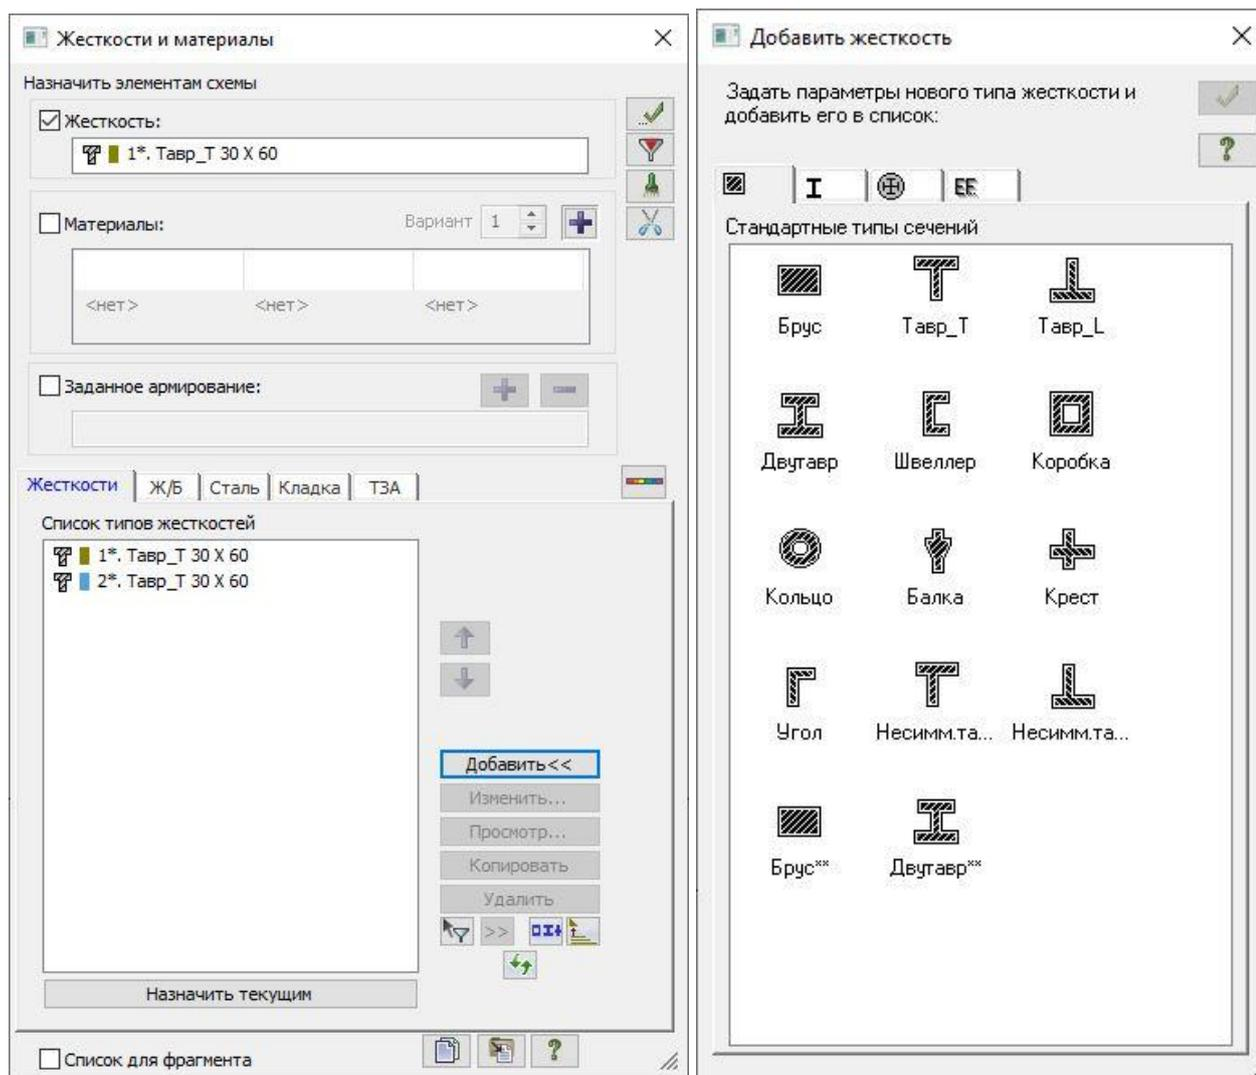

Рис.7.11. Диалоговые окна: а – Жесткости и материалы, б – Добавить жесткость
- Щелчком по кнопке  – **Жесткости и материалы элементов** (панель **Жесткости и связи** на вкладке **Создание и редактирование**) вызовите диалоговое окно **Жесткости и материалы** (рис.7.11,а).
- В этом окне щелчком по кнопке **Добавить** вызовите диалоговое окно **Добавить жесткость**, для того чтобы вывести список стандартных типов сечений (рис.7.11,б).
- В диалоговом окне **Жесткости и материалы** (рис.7.11,а) в списке типов жесткостей с помощью курсора выделите строку **1*.Тавр_Т 30х60** и щелкните по кнопке **Копировать**.